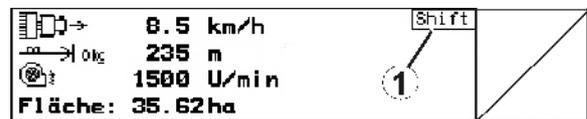

Fig. 10
- Se il tasto Shift è attivo, tale stato verrà visualizzato sul display (Fig. 10/1).